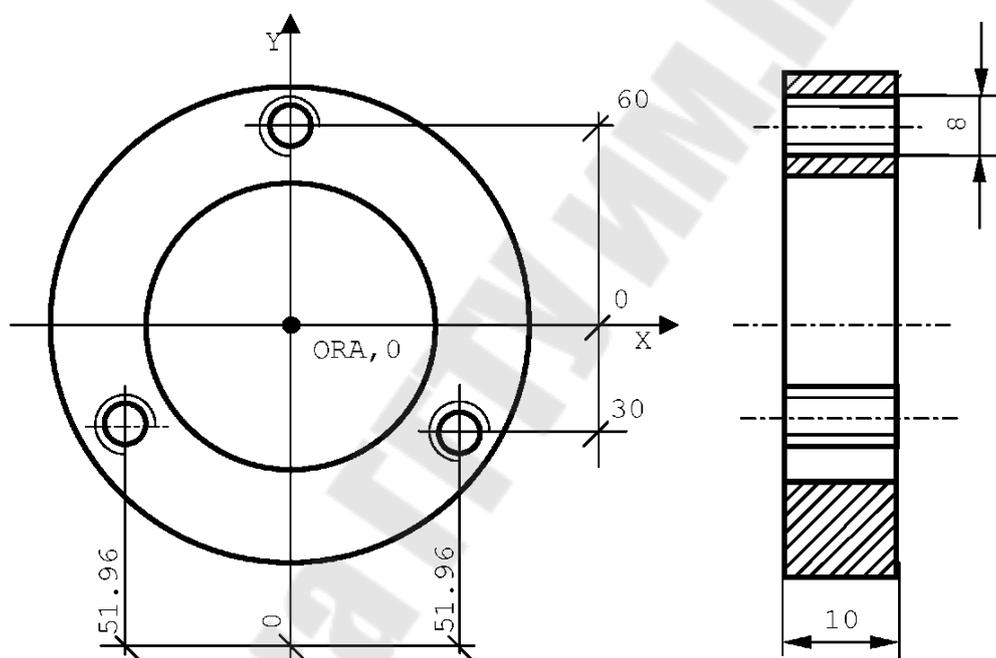

Рис. 6.7. Нарезание резьбы метчиком
*Пример* приведен на рис. 6.7.
В рассматриваемом примере с помощью функции G84 в кадре N92 объявляется цикл нарезания резьбы метчиком, который будет выполняться в точках 1, 2, 3 (рис. 6.7), заданных следующими кадрами УП:
*Пример* приведен на рис. 6.7: